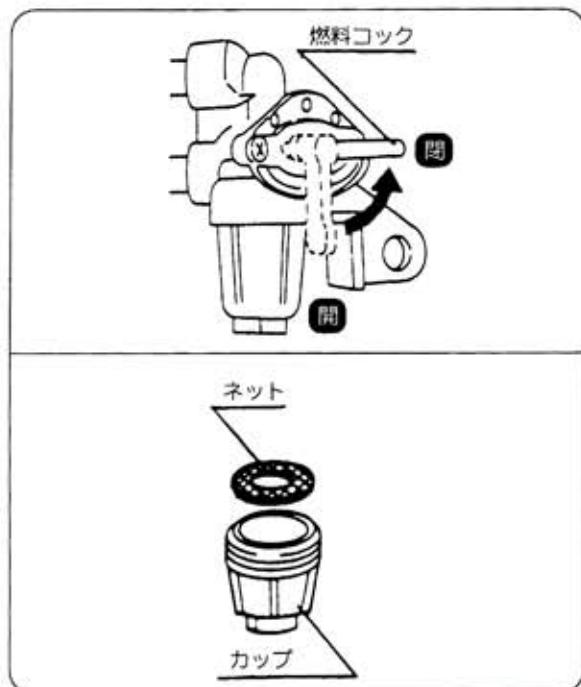

図43
■ フィルターポットとフィルター エレメントの清掃と交換(図43)